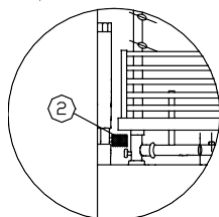

Рис. 16
- проверьте тормоз (рис. 16) (если машина не оборудована коробкой передач)